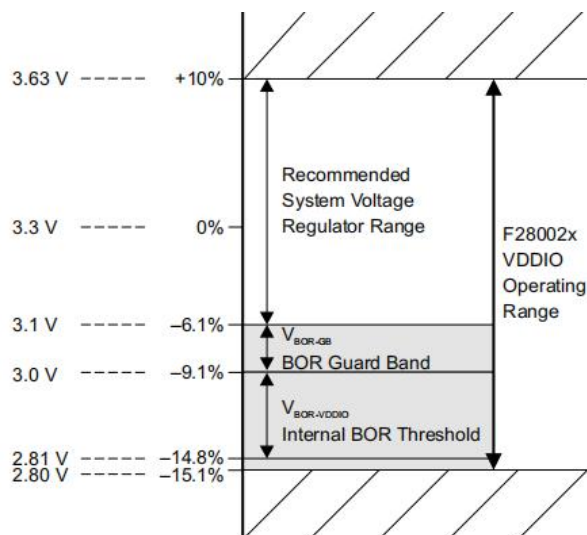

图 5-1 供电电压
- (1) T_J= 105°C 以上长时间运行将减少设备寿命。
- (2) 电气特性表中的 VDDIO BOR 电压(V_{BOR-VDDIO[*MAX*]})决定了设备操作的电压下限。HX 建议系统设计人员预算额外的保护带 (V_{BOR-GB}), 如图 5-1 供电电压图所示。
- (3) 内部 BOR 默认使能。
- (4) 电源斜坡速率快于该值, 可能会触发片上 ESD 保护。
- (5) HX 建议采用 V_{BOR-GB}, 以避免 3.3V VDDIO 系统因正常电源噪声或负载瞬态事件而导致 BOR 复位。良好的系统调节器设计和解耦电容(遵循系统调节器规格)是重要的。V_{BOR-GB} 的值是系统级设计考虑因素; 这里列出的是许多应用程序的典型示例。